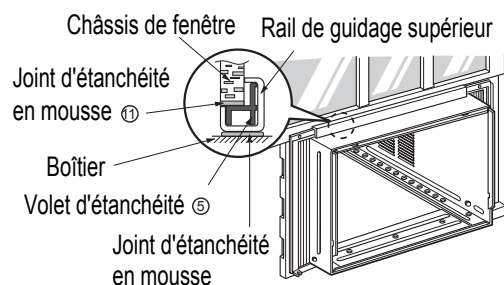

Fig. 2
2. Tout en retenant le boîtier, glissez l'appareil hors du boîtier en tirant vers l'avant sur la poignée du réceptacle d'eau. (Fig 2)
2. Abaissez le châssis inférieur à l'arrière du rail de guidage supérieur jusqu'à ce qu'ils fassent (Fig. 2)